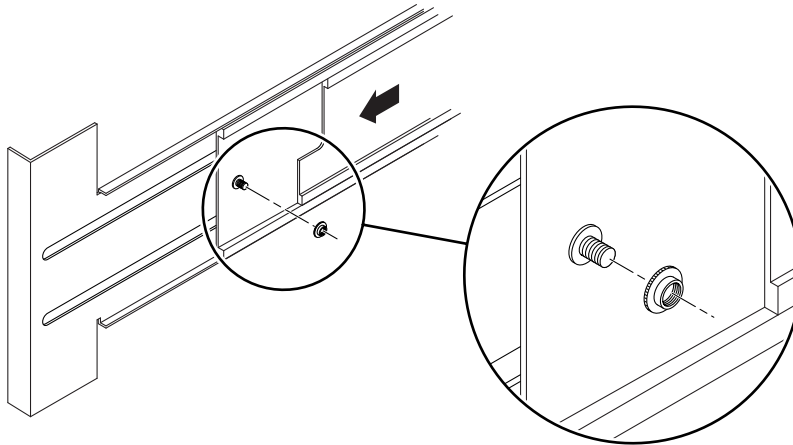

図 1-13 スライドレールのスペーサの挿入および締め付け
3. システムの背面から、提供された Sun のスペーサをボルトに挿入して締めます (図 1-13)。